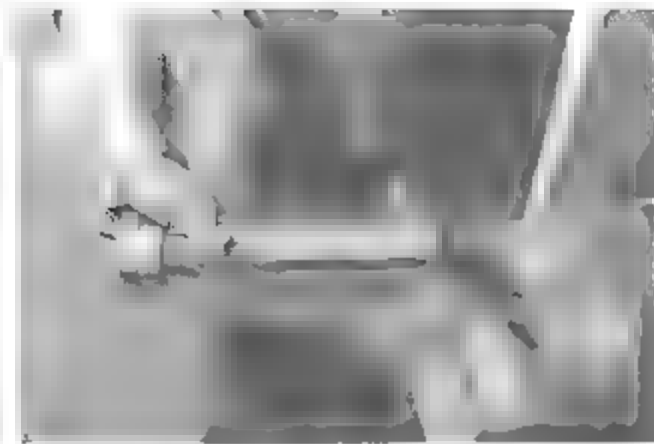

Fig. 43
6) Infilare il perno rotazione testa di chiusura nel foro di sede ricavato sul gambo della testa di chiusura facendolo passare attraverso l'asola dell'otturatore (fig. 43), presta attenzione affinché la linea di riferimento marcata sulla parte superiore del pezzo sia in vista e risulti allineata con l'asse longitudinale del gruppo otturatore (fig. 43).
6) Insert the bolt locking head pin in its hole on the locking head's stem through the slot on the bolt (fig. 43). Make sure that the reference line on top of the pin is visible and aligned with the bolt's centerline (fig. 43).
6) Introduire le pivot de rotation de la tête de fermeture dans son logement situé sur la tige de la tête de fermeture en le faisant passer à travers la cavité de l'obturateur (fig. 43). S'assurer que l'encoche de référence située sur la partie supérieure de la pièce soit visible et alignée avec l'axe longitudinal de l'ensemble obturateur (fig. 43).